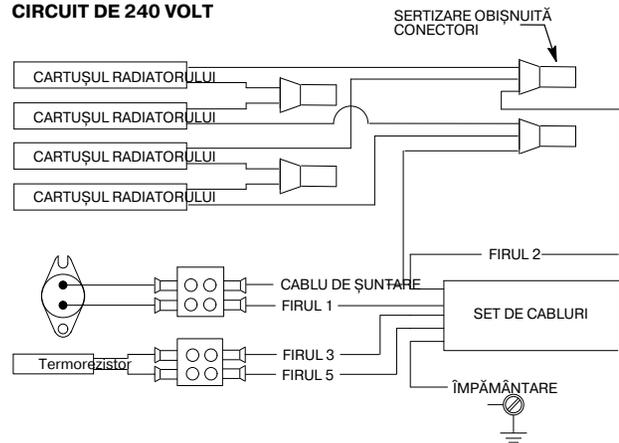

Figura 16 Repararea radiatorului și RTD
2. Slăbiți șurubul (8) de pe conectorul (9) și demontați firele termostatului.
3. Demontați șuruburile (3) și șaibele de blocare (4) care fixează termostatul (5) la carcasă (7).
4. Aplicați compus pentru radiator (10) pe termostat (5). Montați termostatul cu ajutorul șaibelor de blocare (4) și al șuruburilor (3). Strângeți bine șuruburile.
6. Introduceți firele termostatului în conectorul (9) și strângeți șurubul (8). Vezi Figura 16 pentru schema electrică dacă este necesar.
7. Montați capacul lateral (1) la cutia radiatorului (6) cu ajutorul șuruburilor (2). Strângeți bine șuruburile.
1. A se vedea Figura 16. Desfaceți șuruburile (14) care fixează capacul inferior (1) de cutia radiatorului (12) și carcasa (3).
2. Desfaceți șuruburile (5) care fixează capacul lateral (6) la cutia radiatorului (12).
4. Demontați cu grijă cartușul radiatorului (2) de pe carcasă (3).
5. Aplicați compus pentru radiator (15) pe cartușul radiatorului. Montați cartușul radiatorului în carcasă (3). Așezați firele radiatorului prin carcasa (3) și cutia radiatorului (12) așa cum este prezentat.
6. Reizolați toate firele tăiate. Sertizați mașoane noi pe fiecare fir. Vezi Figura 16 pentru schema electrică dacă este necesar.
7. Montați capacul lateral (6) la cutia radiatorului (12) cu ajutorul șuruburilor (5). Strângeți bine șuruburile.
8. Montați capacul inferior (1) pe carcasa (3) și cutia radiatorului (12) cu ajutorul șuruburilor (14) strângeți bine șuruburile.
3. Slăbiți șuruburile (7) de pe conectorul (8) și demontați firele RTD.
4. Demontați cu grijă RTD (13) de pe carcasă (3).
5. Aplicați compus pentru radiator (15) pe RTD (13). Montați RTD în carcasă (3). Așezați firele RTD prin carcasa (3) și cutia radiatorului (12) așa cum este prezentat.
7. Introduceți firele RTD la conectorul (8). Strângeți șurubul (7).
9. Montați capacul lateral (6) la cutia radiatorului (12) cu ajutorul șuruburilor (5). Strângeți bine șuruburile.